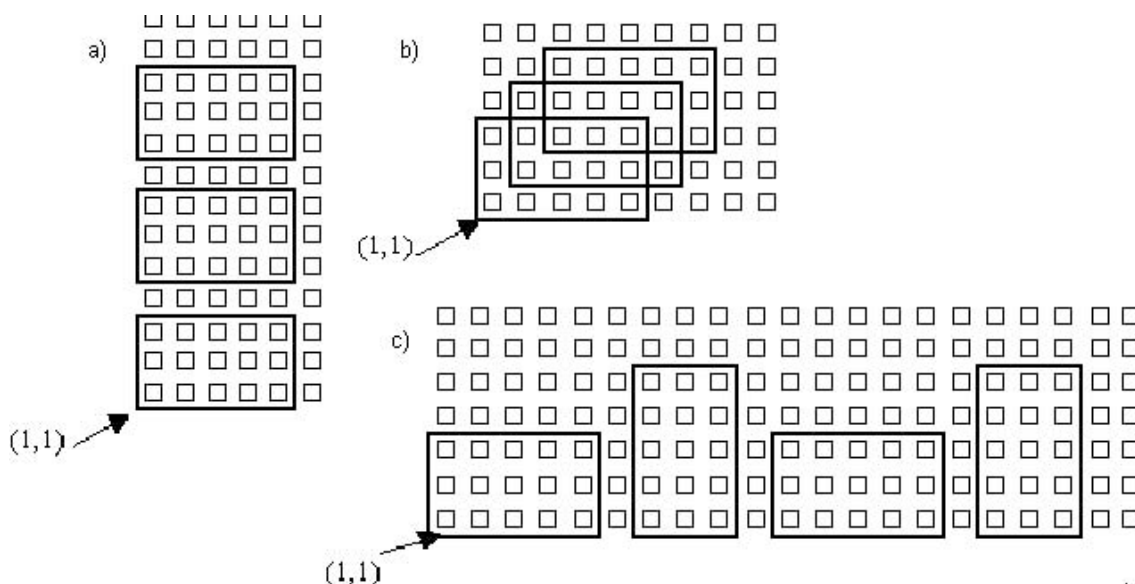

Figura 6.10: Recorridos usando rectángulos de 5x3.
4. Programe al Robot para que realice los recorridos de la figura 6.10 utilizando el proceso desarrollado en 3.